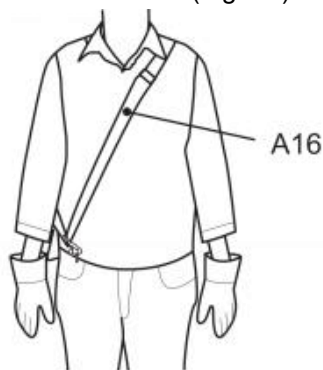

Fig. 33
2. Coloque el arnés (A16) de manera que pase por encima del hombro izquierdo, cruzando el pecho y la espalda. El clip de sujeción (A18) debe ubicarse en la cadera derecha (Fig. 33).